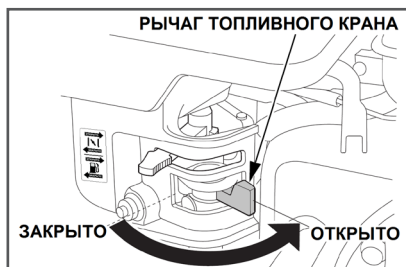

Рис. 28 Рычаг топливного крана
4. Откройте топливный кран переводом рычага вправо (Рис. 28).